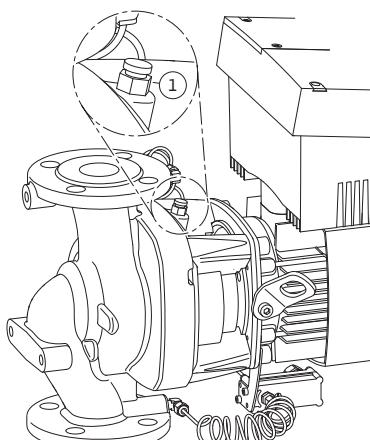

Fig. 51: Lufteventil
6. Gjør pumpen trykkløs ved å åpne lufteventilen (Fig. 51, pos. 1).